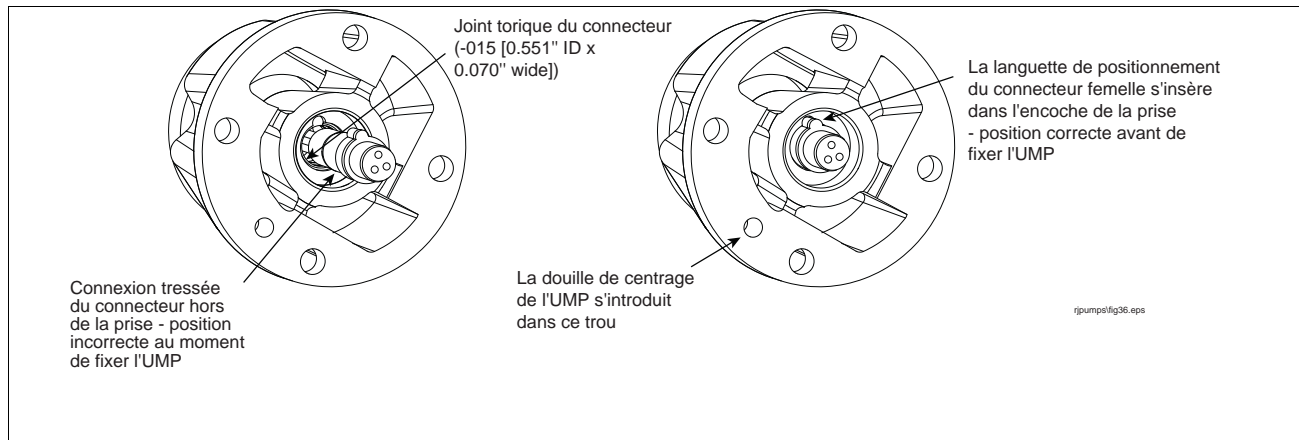

Figure 7. Vérifier que le connecteur femelle à spirale est bien placé
1. Effectuer un contrôle visuel du connecteur à spirale sur l'extrémité de la tête de refoulement. S'assurer que le connecteur à spirale est bien logé dans sa prise et que sa languette de positionnement se trouve dans l'encoche de la prise (voir figure 7).
3. Aligner l'UMP en plaçant la douille de centrage dans la cavité correspondante, sur la tête de refoulement (voir figure 7), puis pousser l'UMP dans sa position en utilisant uniquement les mains. L'UMP devrait alors s'encaster contre la tête de refoulement, avant que les écrous de retenue de l'UMP soient posés.